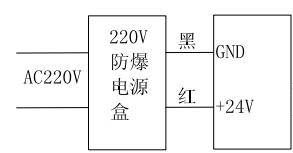

图 4 AC220V 接线示意图
- AC220V 供电: 如图 4 所示, 当采用 AC220V 直接供电时, 请购买 220V 电源盒; 将供电电缆通过防爆 220V 电源盒内的电源板与防爆声光报警器直接相连即可。